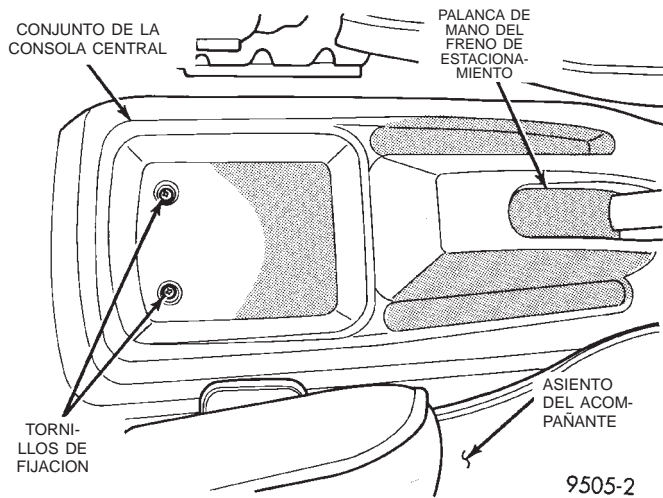
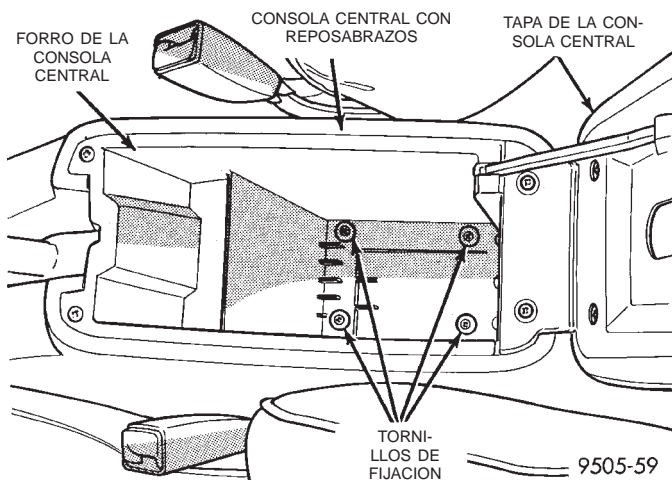
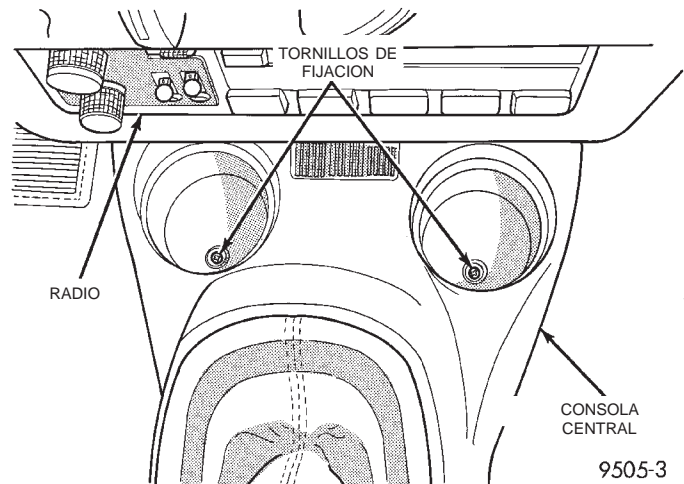

Fig. 127 Tornillos de fijación de la parte trasera de la consola central sin reposabrazos
Fig. 128 Tornillos de fijación de la parte trasera de la consola central con reposabrazos
Fig. 129 Tornillos de fijación en la parte delantera de la consola central
(1) Retire los tornillos que fijan la parte trasera del conjunto de la consola central al soporte de la consola (Fig. 127) o (Fig. 128).
(2) Retire los 2 tornillos situados en los portavasos (Fig. 129), que fijan la parte delantera del conjunto de la consola central al soporte de dicha consola.
(3) Eleve la palanca de mano del freno de estacionamiento lo suficientemente alto como para obtener la luz requerida para retirar la consola central.
(4) Retire el conjunto de la consola central.
(7) Eleve la palanca del freno de estacionamiento hasta su posición de acople total. Esto es necesario para permitir la instalación de la consola central.
(8) Instale el conjunto de la consola central.
(9) Instale los 4 tornillos de fijación del conjunto de la consola central (Fig. 127), (Fig. 128) y (Fig. 129).